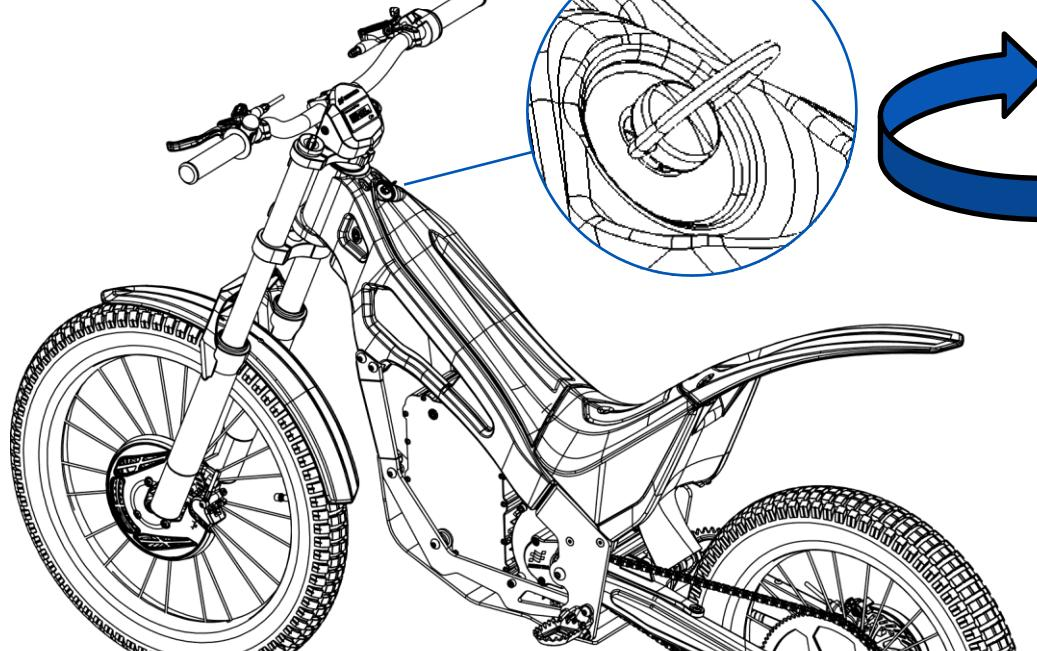

Fig. 43
- 7- Finalmente, debe girar media vuelta hacia la derecha el tornillo rápido (Fig. 43) y asegurarse de que quede bien fijada la carcasa superior en el bastidor.